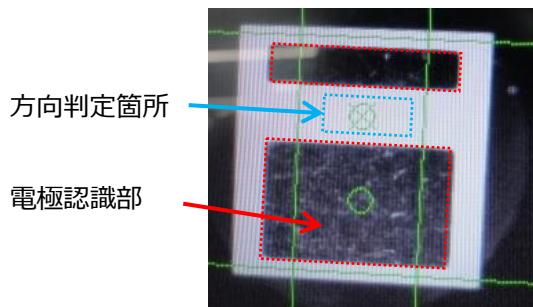

図7. 電極端子認識 (推奨)
① 電極端子による部品位置認識を推奨します。
② 認識エラーが生じる場合はご使用の実装機の認識条件（照明の明るさ等）を調整してください。
③ LEDの方向判定を行う場合、アノード-カソード電極間（図7.  部分）に判定枠を設定してください。この部分の輝度差で電極の有無を確認します。